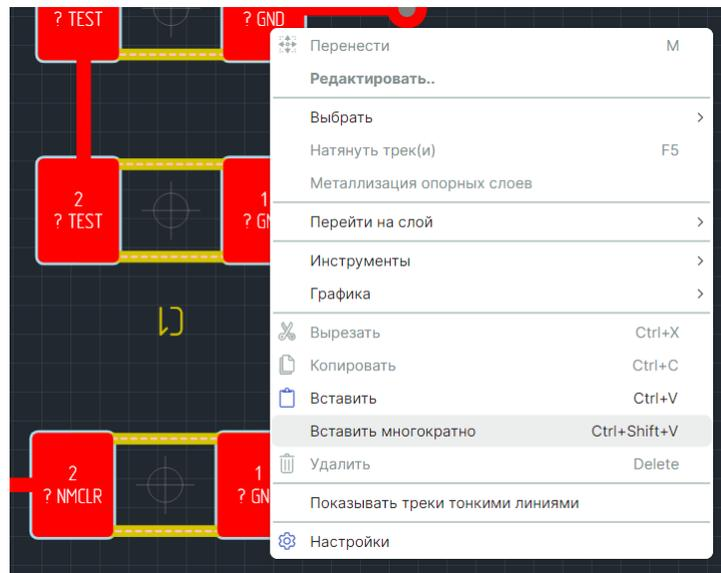

Рис. 454 Вызов функции «Вставить многократно»
- Для последующей многократной вставки скопированного объекта, в контекстном меню доступна функция «Вставить многократно» («Ctrl+Shift+V»), см. Рис. 454.